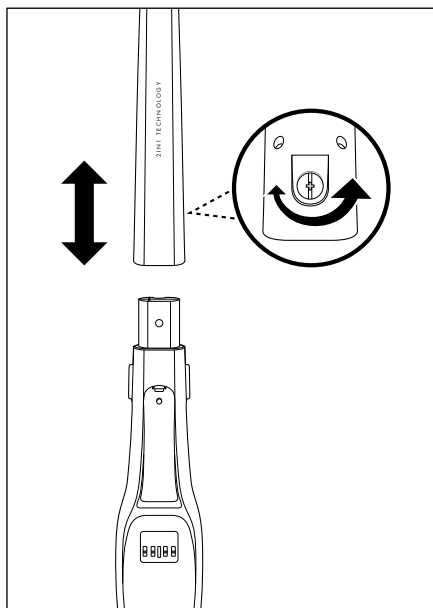

Fig. 1
- 1) Løsn skruen ① bag på skaftet ⑩ med en skrue-trækker mod urets retning. Stram skruen ① fra skruåbningen på skaftet ⑩.
- 2) Sæt skaftet ⑩ på produktets skaftholder. Sæt skaftet ⑩ helt på skaftholderen, indtil det sidder fast på produktet. (Fig. 1)
- 3) Sæt skruen ① ind i skruåbningen bag på skaftet ⑩ igen. Stram skruen ① med en skrue-trækker i urets retning (fig. 1).